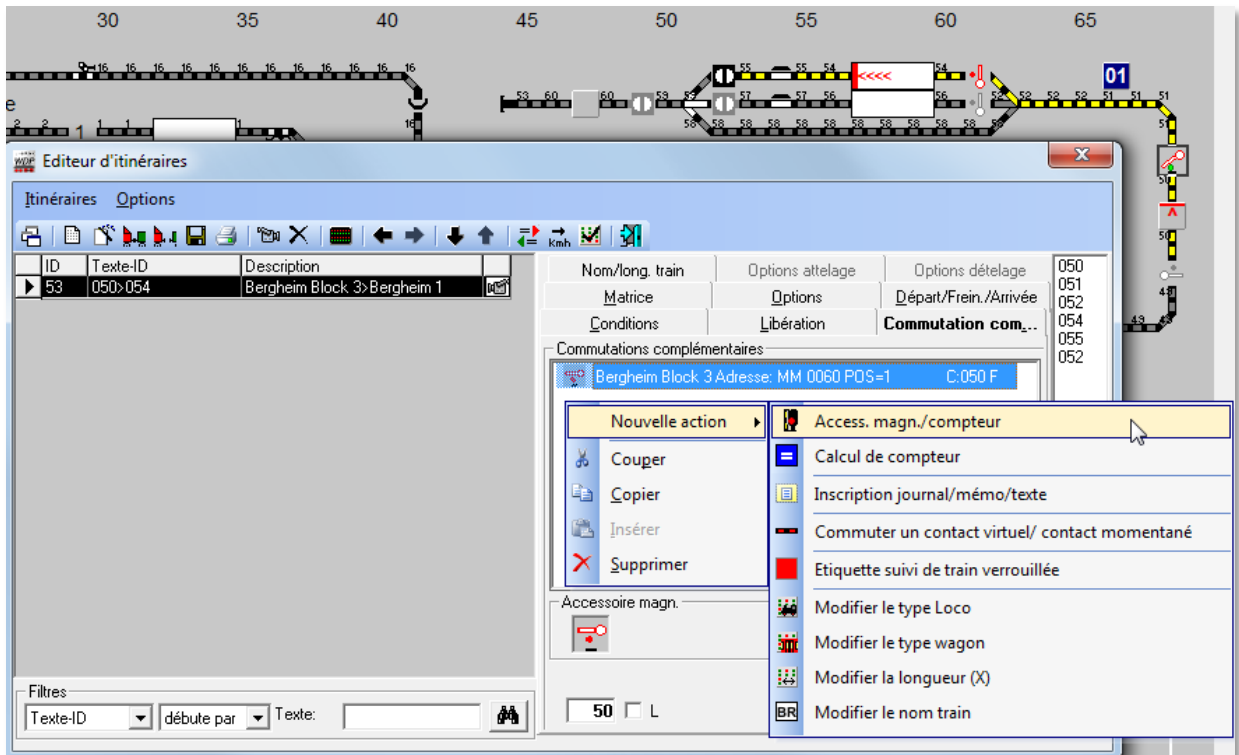

Fig. 6.97 L'onglet "Commutations complémentaires" avec l'affichage du menu Action
Dans l'exemple d'itinéraire de la Fig. 6.97, une commutation complémentaire a été saisie pour le signal à sémaphores du bloc 3 de Bergheim. Ce signal doit être commuté de la position Hp 1 (lors du positionnement de l'itinéraire) à la position Hp 0, lorsque le contact 050 est signalé '(de nouveau) libre'. Dans cet exemple, le contact 050 correspond au
complémentaires", ou cliquez avec le bouton droit de la souris dans le champ liste, **Win-Digipet** affiche alors menu contextuel présenté dans la Fig. 6.97. Sélectionnez la commande <Nouvelle action><Access. magn./compteur> .
Avec ce groupe de commutations complémentaires (voir la Fig. 6.97), vous pouvez modifier les réglages de la matrice pour le type de locomotive, le type de wagon ou la longueur (X) lors de l'exécution de l'itinéraire. Il est également possible de modifier le nom du train en sélectionnant la commutation complémentaire correspondante.